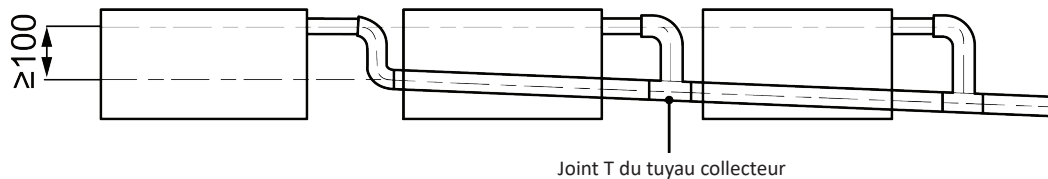

Fig. 4.11
- ④ Lors du raccordement de plusieurs tuyaux d'évacuation, suivez les consignes comme indiqué dans la Fig. 4.11.